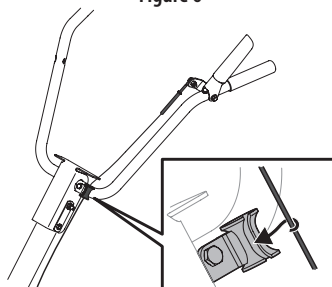

Figure 7
5. Lorsque les poignées sont installées, insérez le câble d'embrayage dans le guide-câble de la poignée comme indiqué dans la Figure 7.